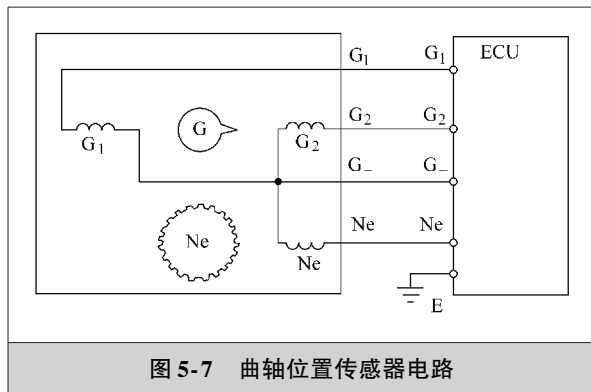

图 5-7 曲轴位置传感器电路
(1) 磁脉冲式曲轴位置传感器 以丰田 2JZ-GE 型发动机为例说明磁脉冲式曲轴位置传感器的检测方法,其控制电路如图 5-7 所示。